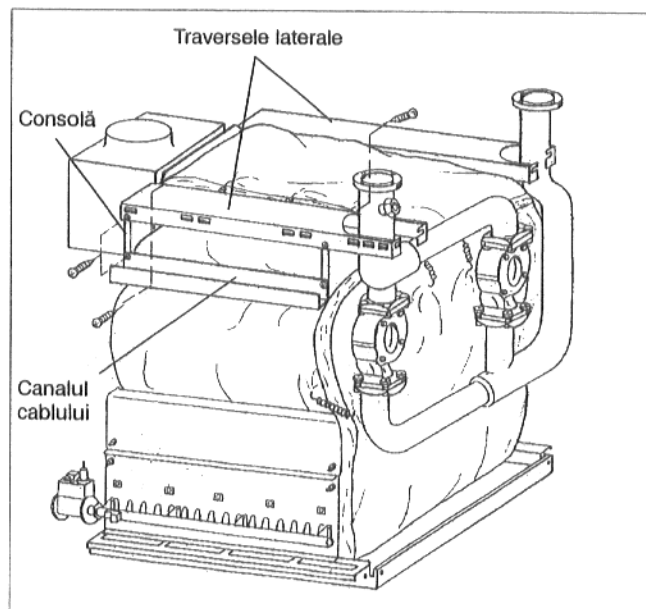

Fig. 31
- Ambele traverse laterale se așează pe console iar acolo se vor fixa cu șuruburi de tablă (Fig. 31).
- Ambele canale de cablu se vor înșuruba în față și în spate la console (gaura de jos în consolă, Fig. 31).